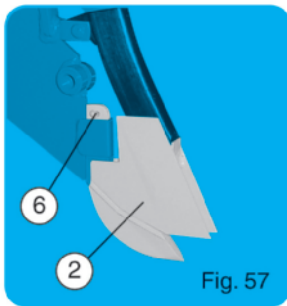

Fig. 57
- Enlever la pointe 7065a, puis mettre en place la pointe ② réf. 7065b (fig. 57). Bien écarter la goupille fendue ⑥ pour qu'elle ne touche pas aux disques ouvreurs.
- Remove the shoe 7065a, then position the tip ② ref 7065b (fig. 57). Split open wide the pin ⑥ so that it does not touch the disc openers.